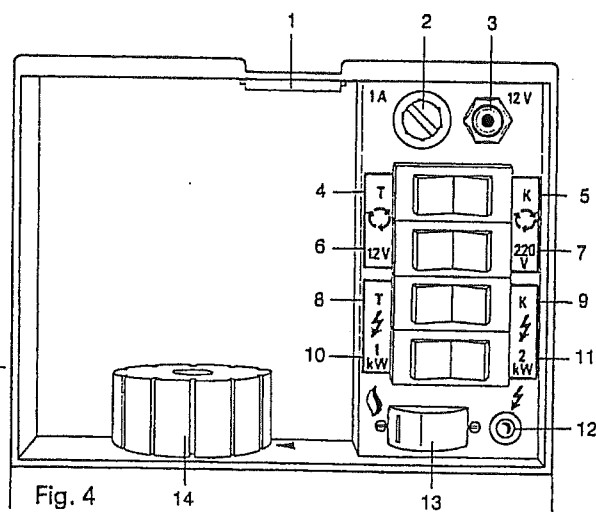

Fig. 4
- Starta cirkulationspumpen genom att ställa strömbrytaren på 12 V, fig. 4. Läge 6.
- Tryck in strömbrytaren i läge 1 kw alt. 2 kw, fig. 4.
- Starta cirkulationspump 220 V alt. 12 V, fig. 4.
- Ställ in brytaren i läge 0, fig. 4.
- Ställ cirkulationspump 220 V i läge 0 alt. 12 V, fig. 4.
När Du skall ha varmvatten uppvärmt med hjälp av elpatronen t.ex. för att diska, slå strömbrytaren 9 i läge K, fig. 4. Härvid får värmeslingan i elpatronen 220 V ström oberoende om rumstermostaten är påslagen.
Senare mot hösten, när Du dessutom behöver uppvärmning i vagnen, öppnar Du radiatorsystemet och väljer strömbrytare T, läge 8, fig. 4. Då styr rumstermostaten på samma gång strömmen till både elpatronens värmeslinga och dess 220 V-pump.
Är t.ex. pannans 220 V-patron inkopplad, strömbrytare i läge 10 eller 11, fig. 4., förbrukar elpatronens styrrelä 12 V-ström oavsett patronen är i drift eller ej. Detta gör att husvagnens batteri kan tömmas på 4-5 dagar beroende på utetemperatur. För att undvika problem måste vagnens huvudströmbrytare ställas i läge 0, se sida 12 och 13.
När vagnens 220 V ansluts till nätet, kommer pannan att få 12 V. 220 V-patronens styrrelä slår då till och pannans elpatron startas om strömbrytarnas pos. 7 och 8 står i tillslaget läge, se fig. 4.